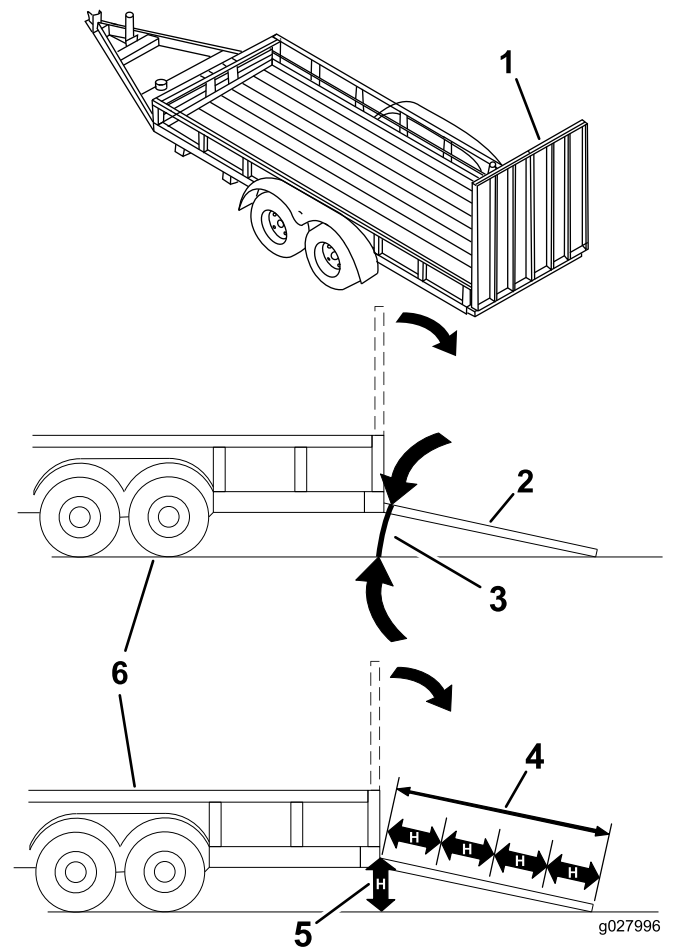

Figure 33
Le chargement d'une machine sur une remorque ou un camion augmente les risques de renversement et peut provoquer des blessures graves voire mortelles (Figure 33).
3. Abaissez la rampe pour que l'angle avec le sol ne dépasse pas 15 degrés (Figure 33).
1. Abaissez la rampe pour que l'angle avec le sol ne dépasse pas 15 degrés (Figure 33).